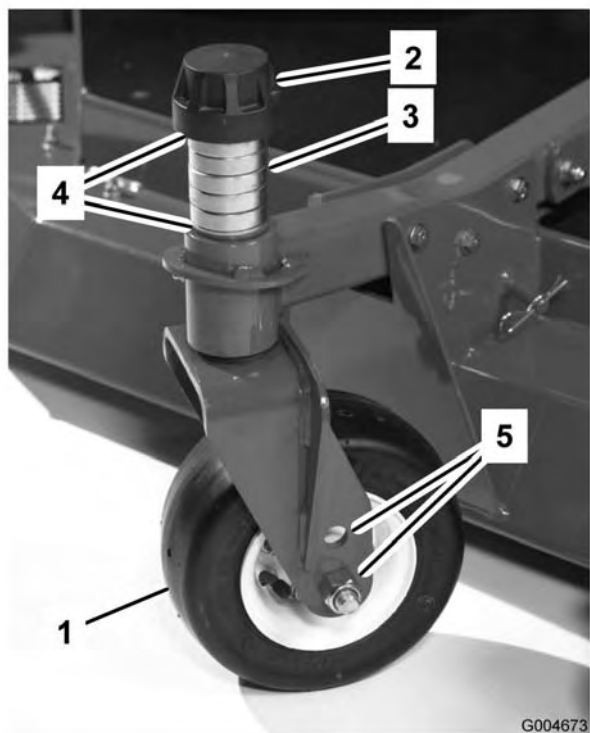

Figure 14
3. Enlevez le chapeau de tension de l'axe de pivot (Figure 14) et sortez l'axe du bras pivotant. Remplacez les 2 cales (3 mm [1/8"]) sur l'axe de pivot comme à l'origine. Elles sont requises pour que les plateaux de coupe soient parfaitement de niveau sur toute la largeur. Placez le nombre requis d'entretoises de 1,25 mm (voir la table ci-dessous) sur l'axe de pivot pour obtenir la hauteur de coupe voulue, puis ajoutez la rondelle.